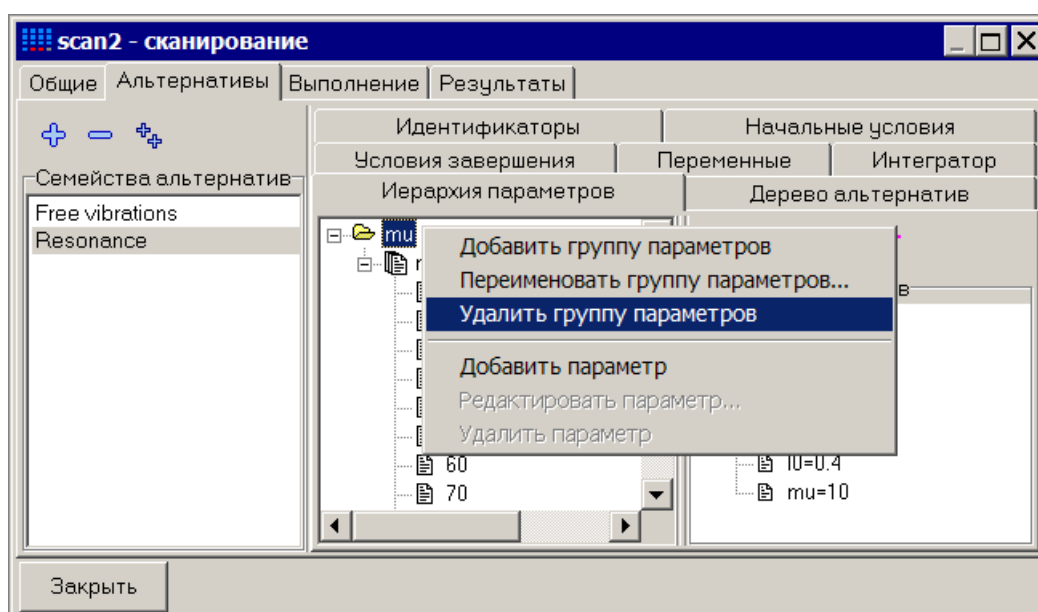

Рис. 2.9. Вынужденные колебания: иерархия параметров
2. Выберите группу параметров **mu** и выберите пункт **Удалить группу параметров** в контекстном меню, см. рис. 2.9.